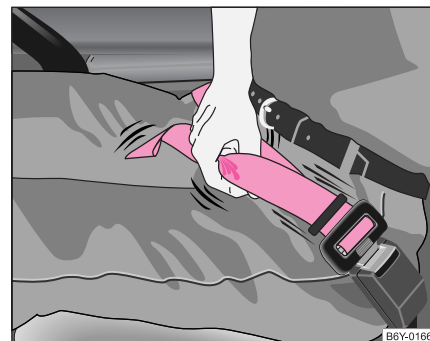

Fig. 112 Acortamiento del cinturón abdominal ▶
- Tire del extremo libre del cinturón ⇒ página 138, fig. 112.